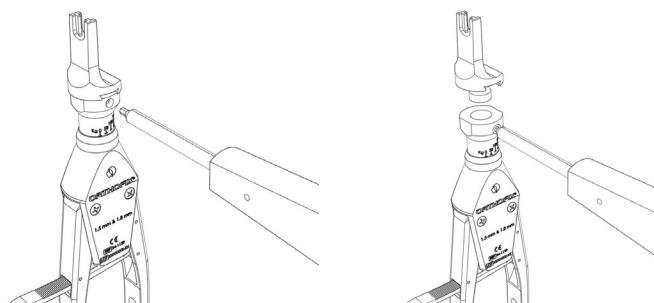

Abbildung 3
- Wenn Sie die verschiedenen Drahtspannerspitzen auswechseln möchten, entfernen Sie den Drahtspannerkopf, indem Sie die Feststellschraube mit dem Inbusschlüssel lösen (52-1018) (Abb. 3). Unter keinen Umständen darf die Feststellschraube vollständig entfernt werden.